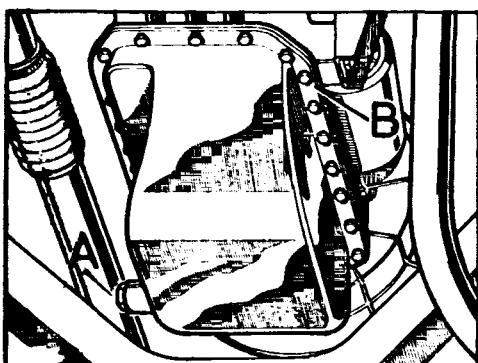

Fig. A1-88 Cárter de aceite
- 1.2. Vaciar el aceite quitando el tapón, A (Fig. A1-88).